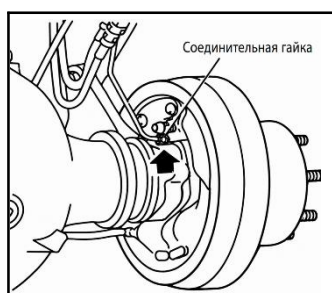

Рис. 5-1
- 5) Отсоедините тормозные трубки от колесных тормозных цилиндров (см. рис. 5-1)